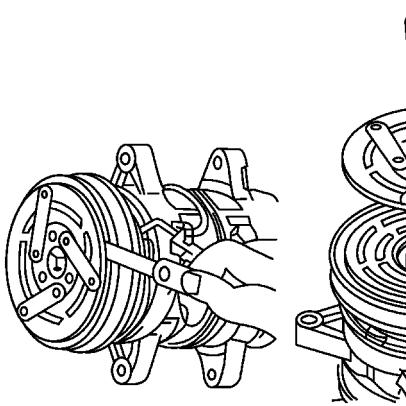

图 7-18 压缩机离合器间隙检查与调整
1) 如图 7-18 所示, 检查离合器压盘与带轮之间的间隙必须在规定的范围内 (如本田标准值为 0.60 ~ 1.00mm), 若过大或过小都应进行调整 (垫片一般为 0.1mm、0.2mm、0.4mm、0.5 mm 四种)。